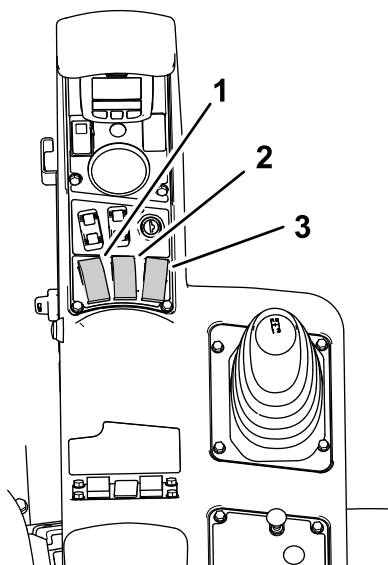
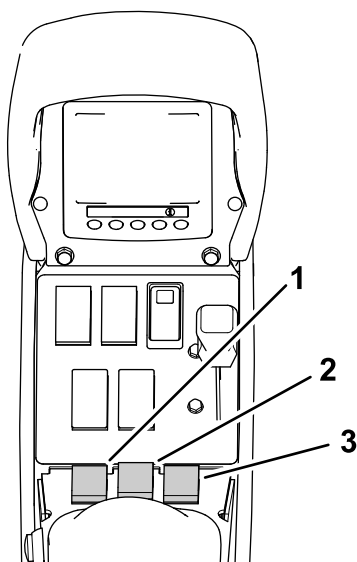

Figura 64
Figura 65
1. Spostate i tre interruttori delle sezioni (posti sulla console di comando della macchina) in posizione di ACCENSIONE (Figura 64 e Figura 65).